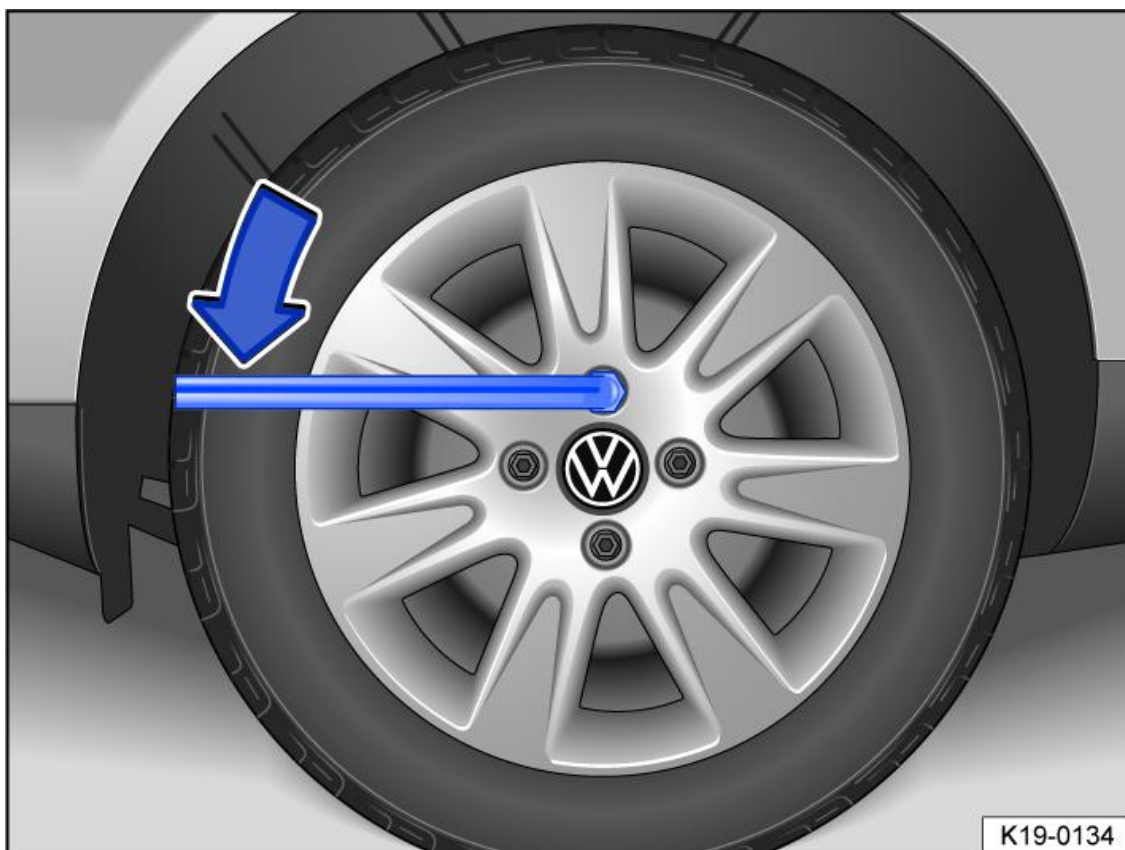

Fig. 1 Sostituzione di una ruota: allentamento delle viti
1. Far entrare fino in fondo la chiave nella vite → *fig. 1*.